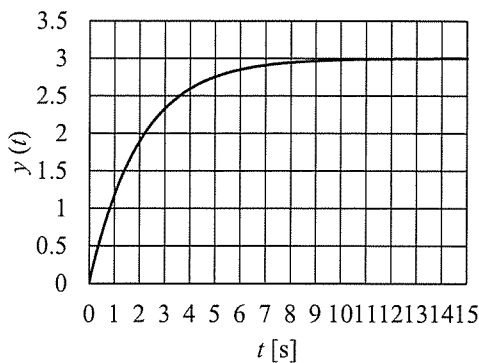

図 2
- (1) 一次遅れ系 $P(s) = \frac{b}{1+as}$ の単位ステップ応答が図 2 に示す波形 $y(t)$ となった。このときの a と b を求めよ。